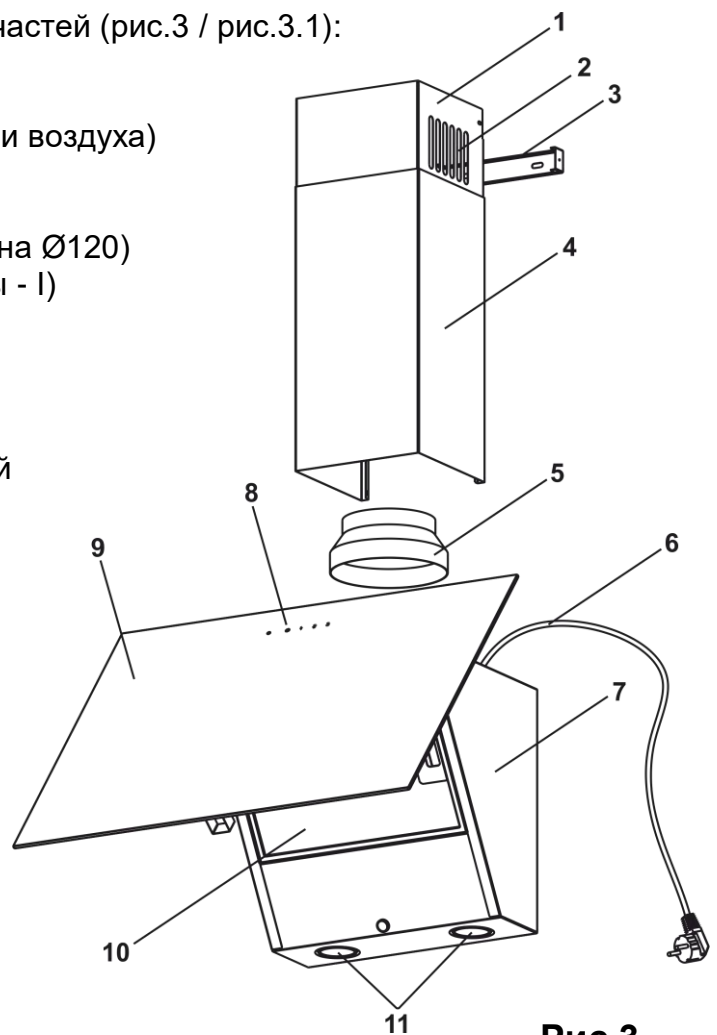

Рис.3
5.4 Вытяжка состоит из следующих составных частей (рис.3 / рис.3.1):